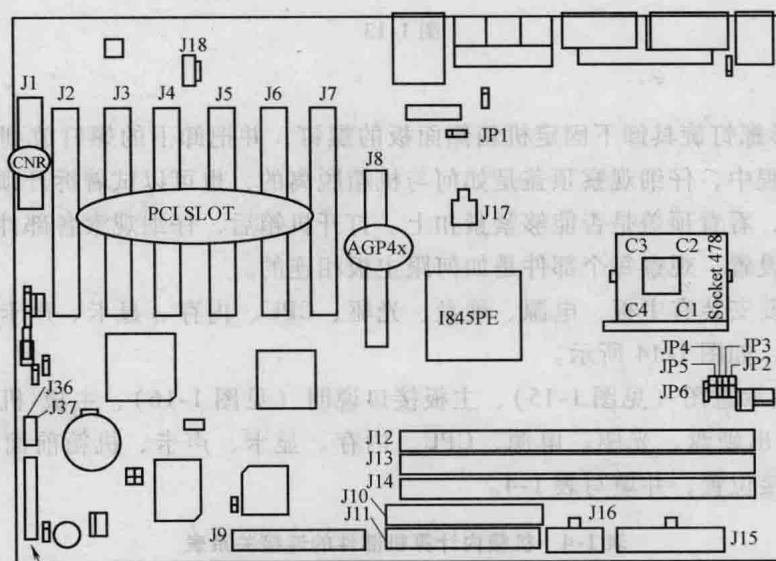

图 1-15
2) 参照主板示意图（见图 1-15）、主板接口说明（见图 1-16）、主板-机箱前面板插针（见图 1-17），找出硬盘、光驱、电源、CPU、内存、显卡、声卡、机箱前面板连接线等部件在主板上的连接位置，并填写表 1-4。